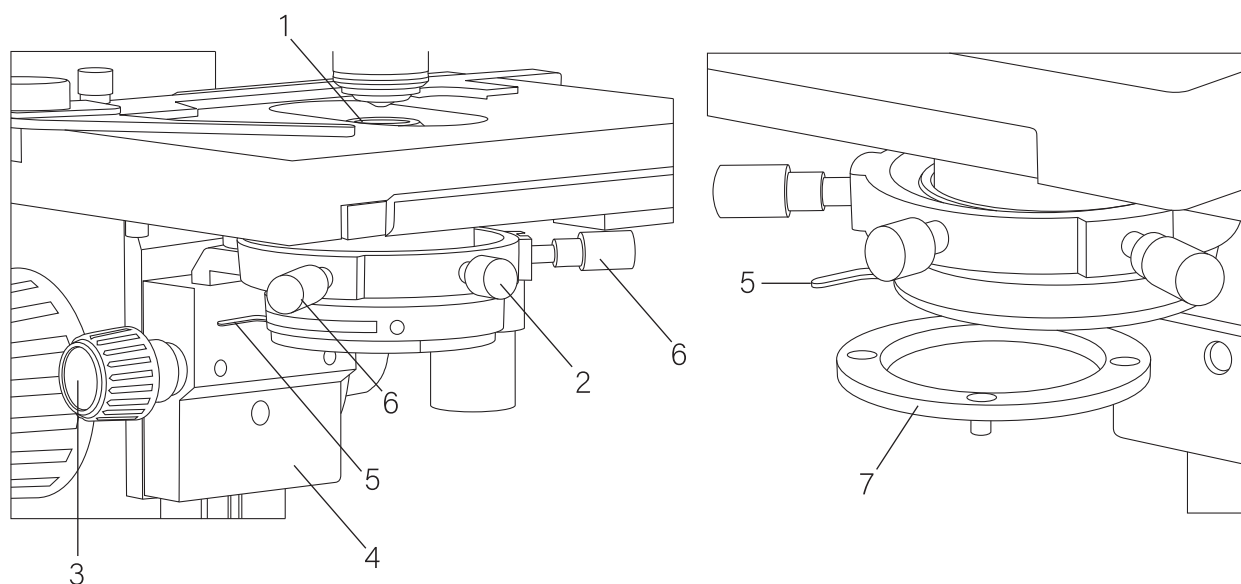
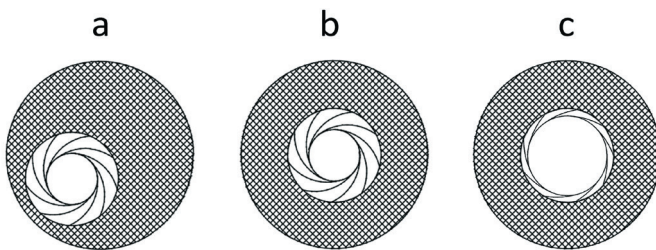

Рис. 5. Конденсорное устройство.
Рис. 12.
Показан на рис. 5. В состав всех вариантов микроскопа входит конденсор светлого поля с числовой апертурой $A = 1.25$. Конденсор установлен на кронштейне 4 под предметным столиком микроскопа. Установка и снятие конденсора производится при полностью поднятом столике и опущенном кронштейне. Конденсор фиксируется винтом 2, для центрировки предназначены два винта 6. В нижней части конденсора имеется поворотный держатель для светофильтров.
Осветитель микроскопа включает в себя коллектор в оправе 8 (рис. 1 а, 2 а), источник света и конденсор 7 (рис. 1 а, 2 а и рис. 5). Регулировка яркости осветителя микроскопа всех вариантов производится диском 10 (рис. 1 а, 2 а).
- Вращая рукоятку перемещения конденсора 3 (рис. 5) поднимите конденсор до упора.
- Поворотом рычажка 5 (рис. 5) по часовой стрелке полностью раскройте апертурную диафрагму.
- Поочередно вращая винты центрировки конденсора 6 (рис. 5) приведите изображение диафрагмы в центр зрачка (рис. 12 б).
- Поворотом рычажка 5 (рис. 5) установите размер диафрагмы приблизительно $2/3$ от диаметра выходного зрачка объектива (рис. 12 с).